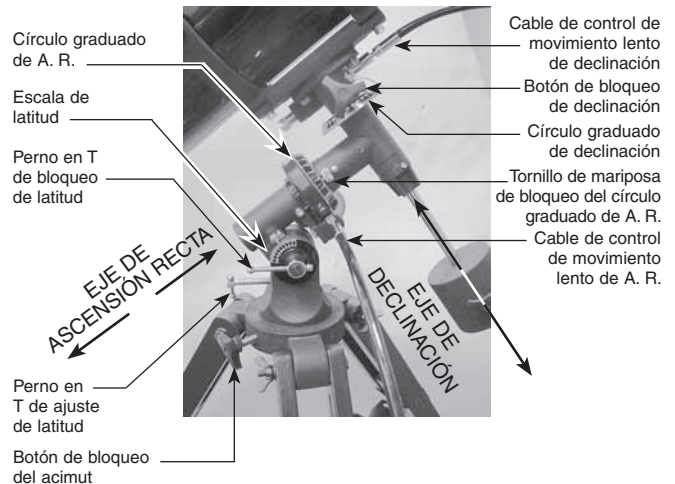

Figura 2. Montura ecuatorial del SpaceProbe 130 ST.
6. Oriente la montura ecuatorial como aparece en la figura 2, a una latitud de 40° aproximadamente, es decir, de modo que el puntero junto a la escala de latitud ubicada justo encima del perno en T de bloqueo de latitud, apunte a la marca de "40". Para ello, afloje el perno en T de bloqueo de latitud y gire el perno en T de ajuste de la latitud hasta que el puntero y el "40" se alineen. A continuación, vuelva a apretar el perno en T de bloqueo de latitud. También será necesario recolocar (girándolos) los ejes de declinación (Dec.) y de ascensión recta (A. R.). Asegúrese de aflojar los botones de bloqueo de A. R. y Dec. antes de hacerlo. Vuelva a apretar los botones de bloqueo de A. R. y Dec. una vez que la montura ecuatorial esté orientada correctamente.
Al observar el cielo nocturno, sin duda habrá notado que las estrellas parecen moverse lentamente de este a oeste con el tiempo. Este movimiento aparente se debe a la rotación de la Tierra (de oeste a este). Las monturas ecuatoriales (figura 2) se han diseñado para compensar ese movimiento, lo que le permite realizar fácilmente un "seguimiento" del movimiento de los objetos astronómicos y evitar que desaparezcan del campo de visión del telescopio mientras los observa.